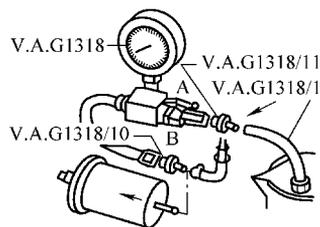

图 3-23 在箭头处松开管接头
(1) 燃油压力检测前的准备工作 先在进油管路上连接燃油压力表。有些汽车接油压表前需先卸压，拔下燃油泵的熔丝或继电器，反复起动3次发动机，以有效地降低燃油管路内的压力。但也有些汽车留有测试口，不需卸压，只需关闭点火开关，松开管接头（在管接头下方垫上棉丝），将溢出的油擦干，管接头位置见图3-23中的箭头。用适配器在压力表与燃油供油管和燃油分配管处连接。